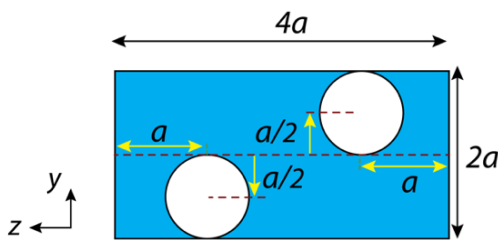

Figure 1.3: Section de la poutre pour question d)
d) (4 pts). Les trous sont maintenant decalés de $+a/2$ et $-a/2$ sur l'axe y (voir la Figure 1.3).